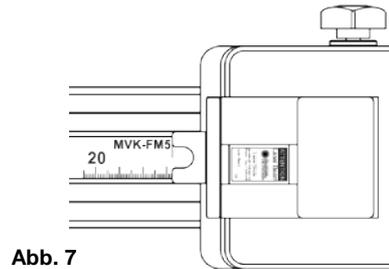

Abb. 7
- FM5-BT mit gedrückter Bremse auf der Messschiene bis an die MVK-Markierung (MVK-FM5) verschieben (Abb. 7).